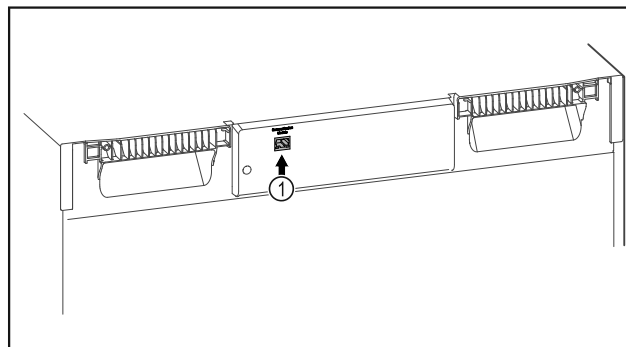

Fig. 82
- Moduli SmartModule Fig. 82 (1) është vendosur.